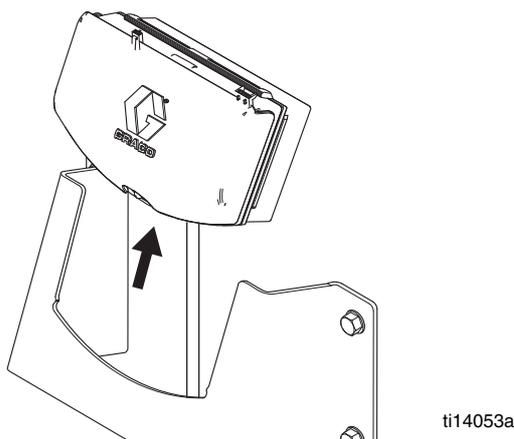

Fig. 3. Enlevez Data Trak
2. Enlevez le module de Data Trak du support. Voir Fig. 3. Déplacez le module de Data Trak à un emplacement sans risque.